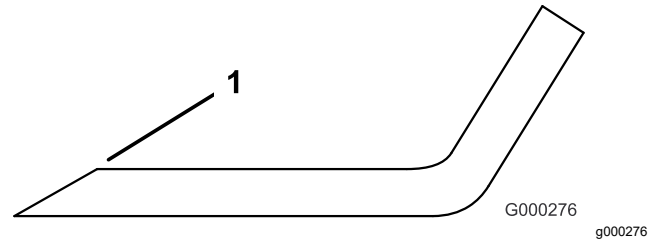

Figura 79
1. Utilice una lima para afilar el filo de corte en ambos extremos de la cuchilla (Figura 79).
Nota: Si la cuchilla no está equilibrada, rebaje algo el metal en la parte de la vela solamente con una lima (Figura 79).